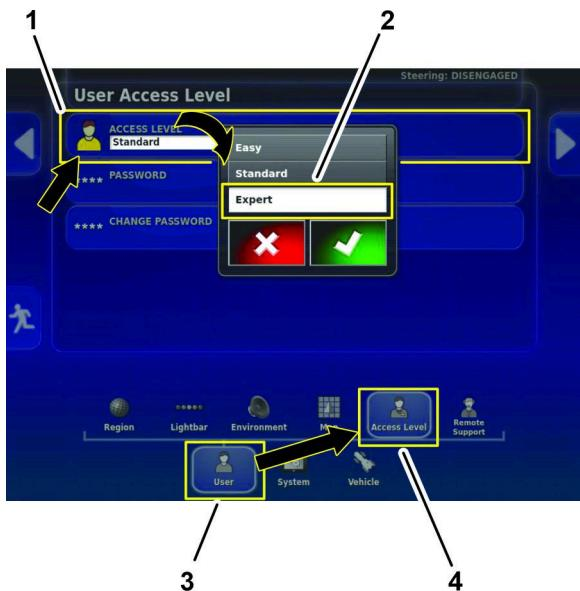

図 158
1. 設定画面で、ユーザー アイコン、アクセスレベルアイコンを押します(図 158)。
2. ユーザー アクセス画面のアクセスレベルアイコン(図 158)。
3. ダイアログボックスで、エキスパートアイコンを押し、確認アイコンを押します(図 158)。